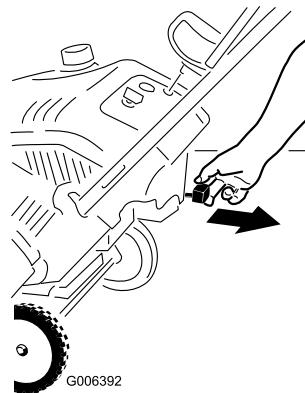

Figure 14
2. Tirez la commande de starter (Figure 14 et Figure 15).